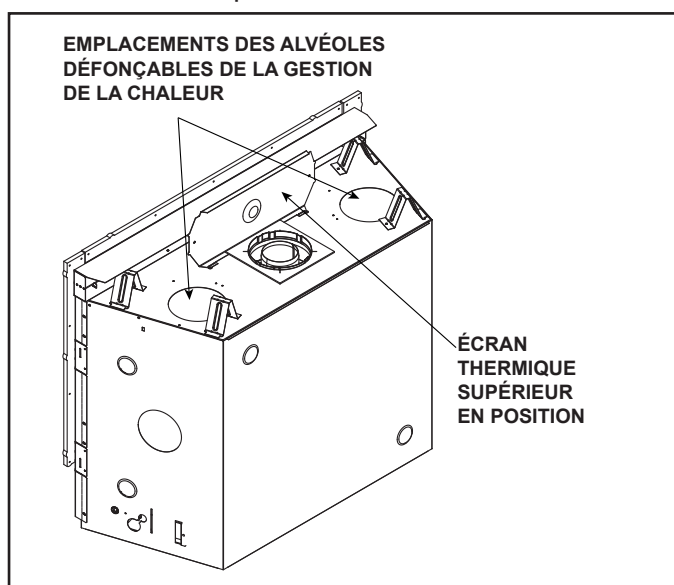

Figure 6.2 COSMO42-IFT-B B / COSMO36-IFT-B -
2. Pliez l'écran thermique à 90 degrés vers le haut, comme il est indiqué à la figure 6.2.
- Localisez les deux orifices d'accès du système de gestion de la chaleur en haut de l'appareil. Il faut installer un ou deux ensembles Heat-Zones® au gaz. Voir la figure 6.2. Retirez les alvéoles défonçables de l'appareil à l'aide de cisailles de ferblantier.